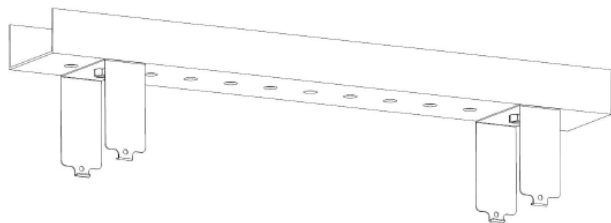

Fig. 4
1. Installer le support sur le rail ou le plafond (fig. 4).